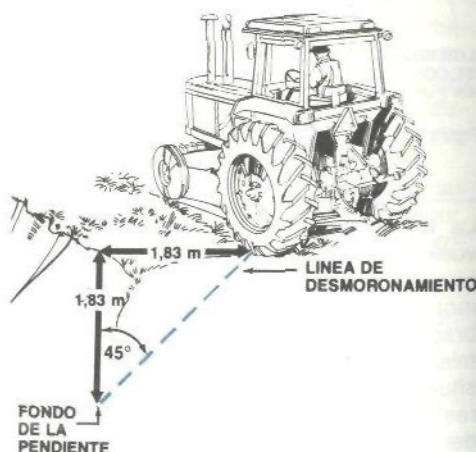

Figura 6.- Trabajar cerca de zanjas es sumamente peligroso. Mantener buena distancia desde el borde.
7. Mantener el tractor alejado de zanjas, barrancas, canteras, etc. Recordar que el peso del tractor puede desmoronar el borde y ello producirá el vuelco. Ver figura 6.